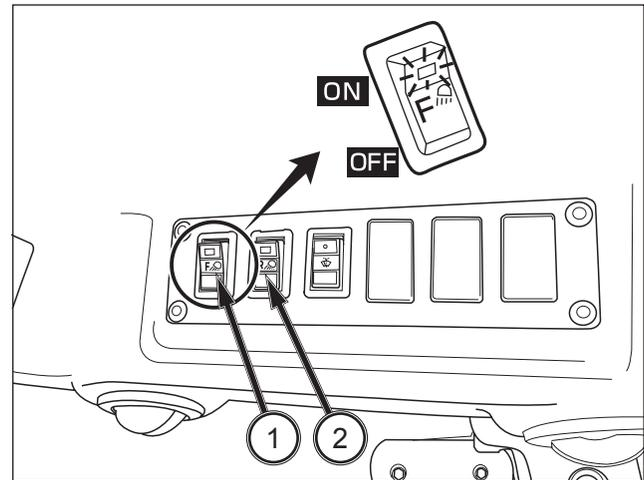

FIG. 125
**FIG. 125 et 126 :** Pour allumer les projecteurs : appuyez sur la partie supérieure de l'interrupteur (1) pour allumer les projecteurs avant (3) et latéraux (4) ; appuyez sur la partie inférieure de l'interrupteur (2) pour allumer les projecteurs arrière (5). Le voyant LED de l'interrupteur s'allume.